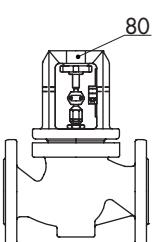
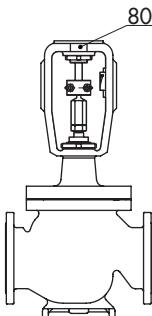

Рис. 2-2: Типовой шильдик на фланце
Рис. 2-3: Типовой шильдик на раме
На фланце крепится шильдик клапана (80) с номинальным диаметром DN от 15 до 150 (Рис. 2-2). Типовой шильдик клапана с номинальным диаметром DN 200 и более находится на раме (Рис. 2-3).